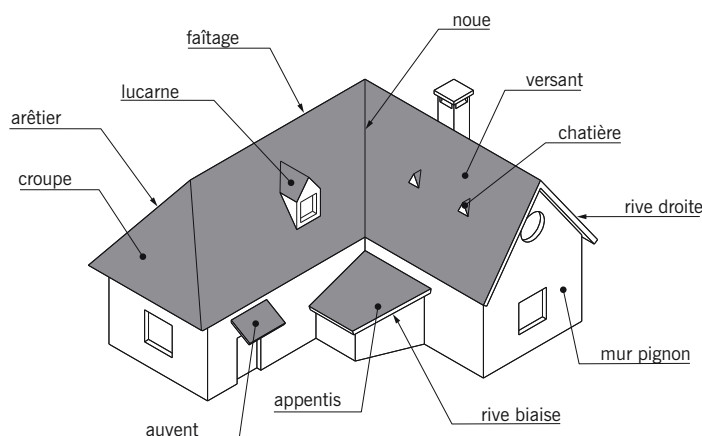

fig. 6.6
■ L'**appentis** (fig. 6.6) : toit à un versant dont le **faîtage** prend appui sur un mur. Par extension, on nomme appentis une petite construction adossée à un bâtiment plus haut.
■ L'**auvent** (fig. 6.6) : petit appentis servant à protéger de la pluie une porte ou une fenêtre. L'auvent est appelé **marquise** lorsqu'il
■ Le **versant** (fig. 6.6) : pan incliné d'une toiture.
■ La **noue** (fig. 6.6) : arête rentrante inclinée formée par la rencontre de deux versants de toiture. C'est la ligne de rencontre des eaux de ruissellement.
■ La **rive** (fig. 6.6) : extrémité latérale d'un versant. La rive est **droite** si elle est perpendiculaire à l'égout et **biaise** dans le cas contraire.
■ Le **faîtage** ou le **faîte** (fig. 6.6) : arête longitudinale supérieure formée par la rencontre de deux versants de toiture. Par extension, désigne l'ensemble de la partie supérieure d'un comble.
■ L'**arêtier** (fig. 6.6 et 6.7) : arête saillante inclinée formée par la rencontre de deux versants de toiture. C'est la ligne de partage des eaux de ruissellement.
■ La **chatière** (fig. 6.6) : petite ouverture disposée sur une toiture pour assurer l'aération du comble. Le plus souvent, cette ouverture est intégrée à un élément de couverture appelé tuile chatière (voir chapitre n° 7).